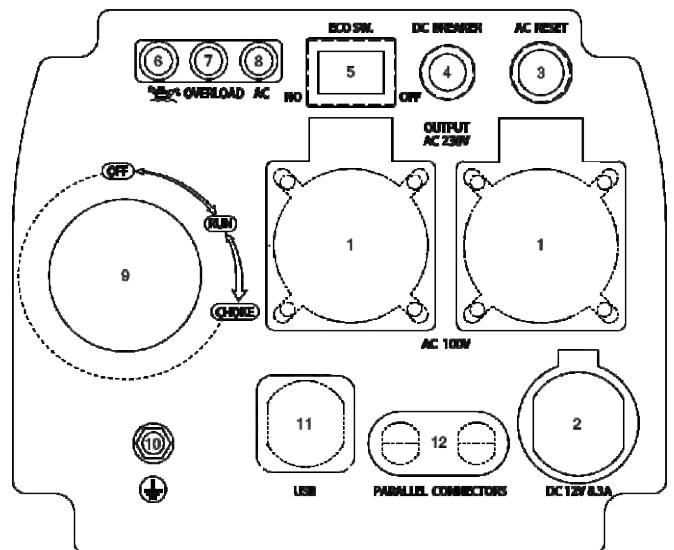

Abbildung 10: Reset-Schalter eindrücken
3. Drücken Sie den Reset-Schalter ein, um das Gerät zurückzusetzen (siehe Abbildung 10).